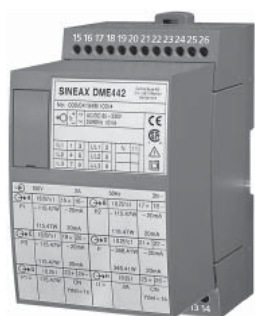

Fig. 1
2. Etendue de la livraison (Figs. 1, 2 et 3)
Convertisseur de mesure (Fig. 1)